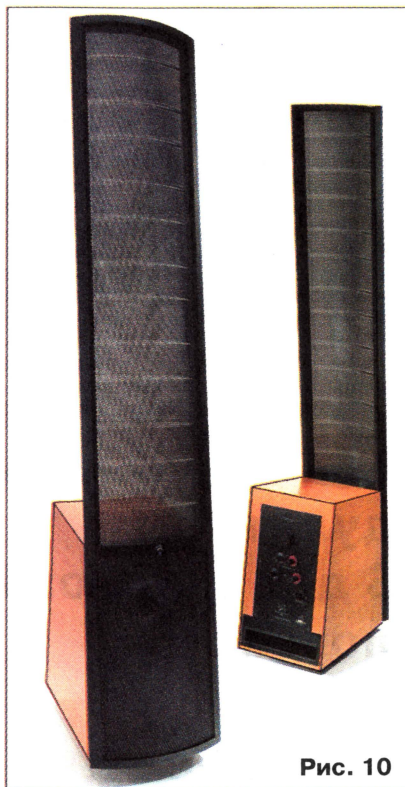

Рис. 10
Компания MARTIN LOGAN (ML) специализируется на производстве электростатических СЧ и ВЧ излучателей (ЭСИ), совмещенных с активным НЧ блоком. Выпускаемые панели ЭСИ монтируют на прочных алюминиевых рамах. Излучатели характеризуются высококачественным воспроизведением. В модели VANTAGE, изображенной на рис. 10, встроенный усилитель НЧ полосы мощностью 200 Вт рассчитан на интервал до 400 Гц, нагружен динамической головкой с алюминиевым диффузором диаметром 20,3 см, помещенной в корпус с фазоинвертором. Усилитель допускает регулировку громкости в пределах ±10 дБ.